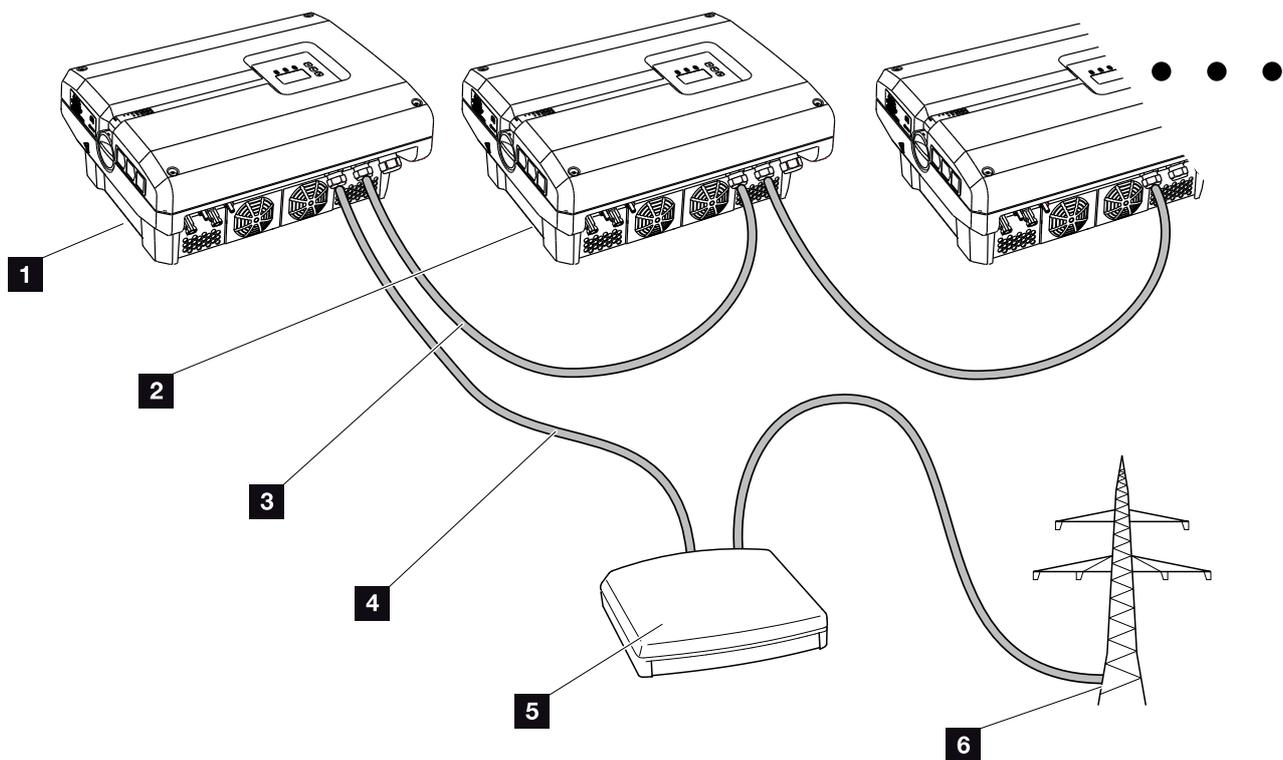
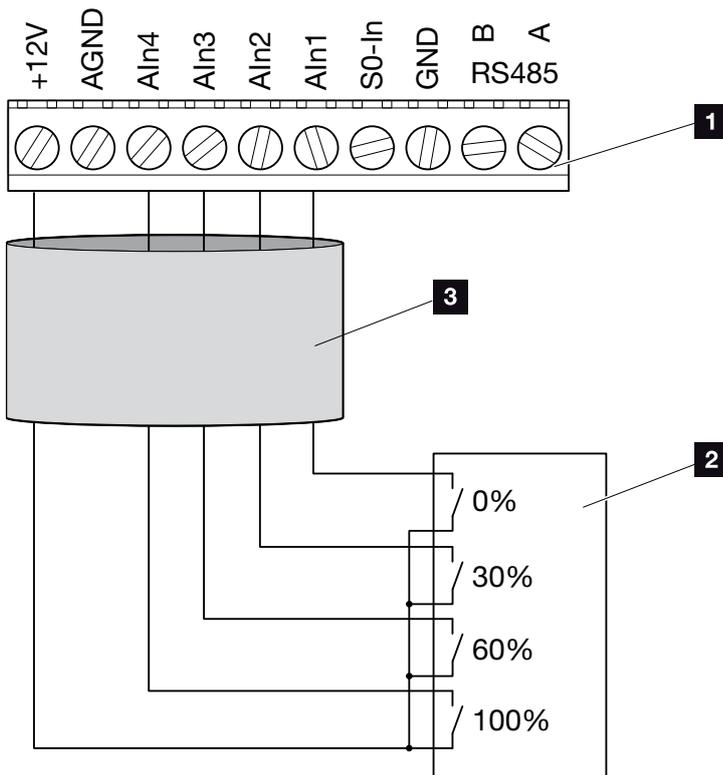

Fig. 51: Configuración del receptor de telemando centralizado con varios inversores (conexión Ethernet)
Fig. 52: Conexión del receptor de telemando centralizado
🔌 **Fig. 51**
3. Conectar el receptor de telemando centralizado al inversor maestro 🔌 **Fig. 51 pos. 1** en el borne de conexión de la interfaz analógica (10 polos). 🔌 **Fig. 52** !
El receptor de telemando centralizado solo debe conectarse al inversor maestro. 🔌 **Fig. 51**